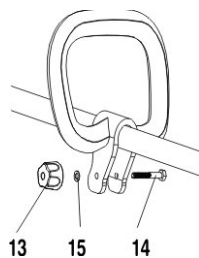

Fig. 3
- Solte o gatilho (2) e deixe o aparador parar até se desligar.
- Solte a borboleta (11) girando no sentido anti-horário.
**Instalando a empunhadura frontal (Fig. 3)**